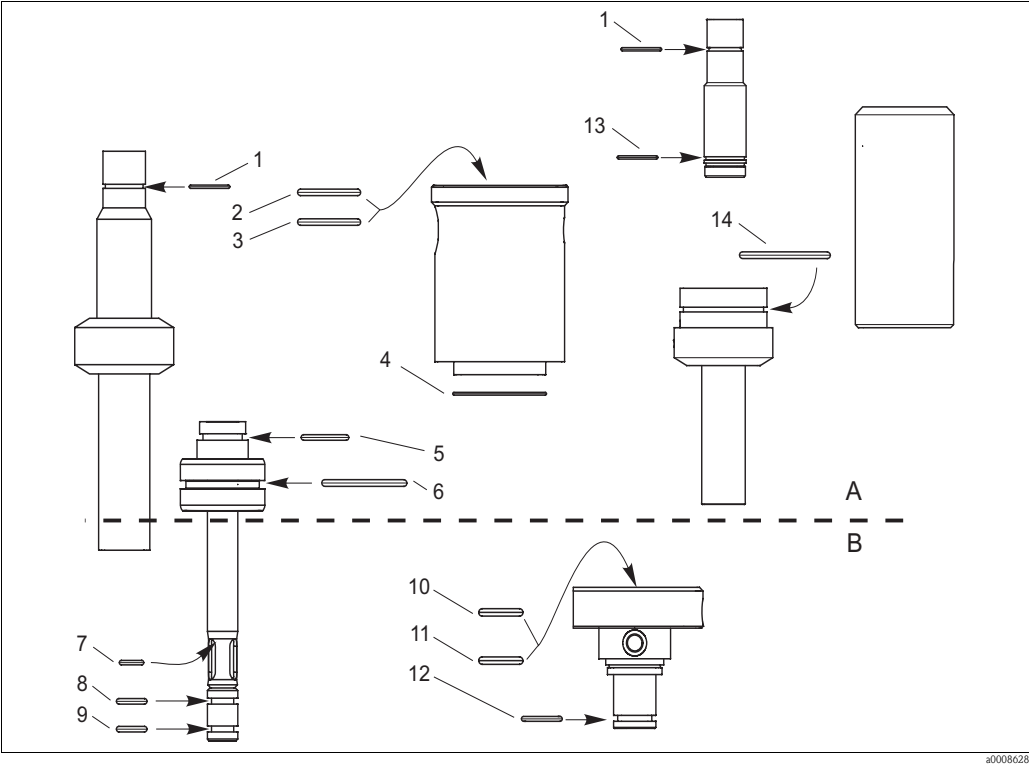

Fig. 22: Posizione delle guarnizioni
2. Sostituire le guarnizioni indicate in fig. 22.